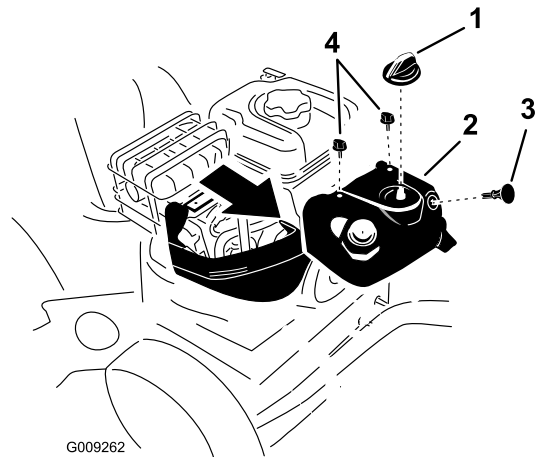

Bild 55
Hinweis: Nehmen Sie die obere Schneeabdeckung ab, um an die Zündkerze zu gelangen (Bild 55).
1. Nehmen Sie das Handrad des Chokes und den Zündschlüssel ab (Bild 55).
2. Nehmen Sie die zwei Schrauben ab, mit denen die obere Schneeabdeckung an der Schneefräse befestigt ist (Bild 55).